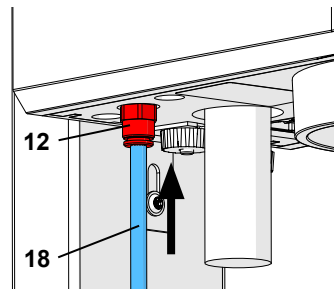

Abb. 5-a
! Bei früheren Geräten ist der EingangsfILTER (13) außerhalb des Geräts angeordnet (Abb. 5-b). In diesen Fällen den Druckluftschlauch (18) in den in EingangsfILTER (13) einschieben. Dabei ist ein leichter Widerstand spürbar zu überwinden. **Gerät NIE ohne den EingangsfILTER verwenden!**